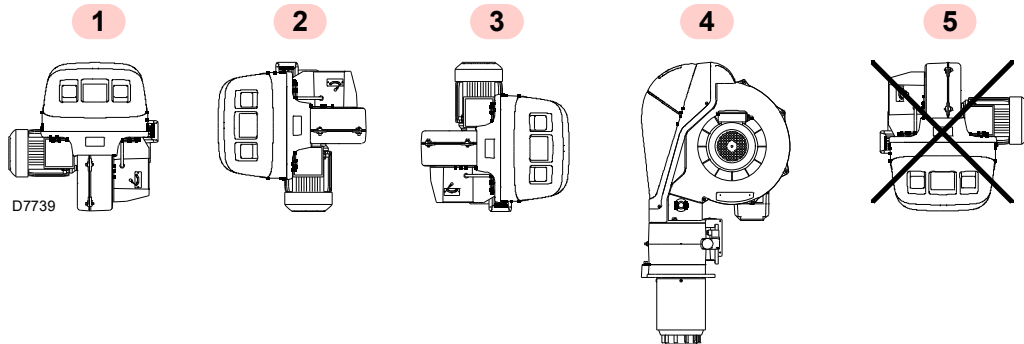

Fig. 14
- El quemador está preparado exclusivamente para funcionar en las posiciones 1, 2, 3 y 4 (Fig. 14).